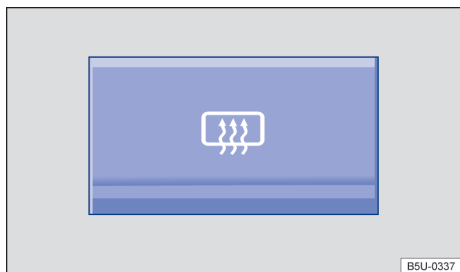

Fig. 74 No console central: botão do desembaçador do vidro traseiro.
- Pressionar o botão → Fig. 74 para ligar o desembaçador do vidro traseiro.